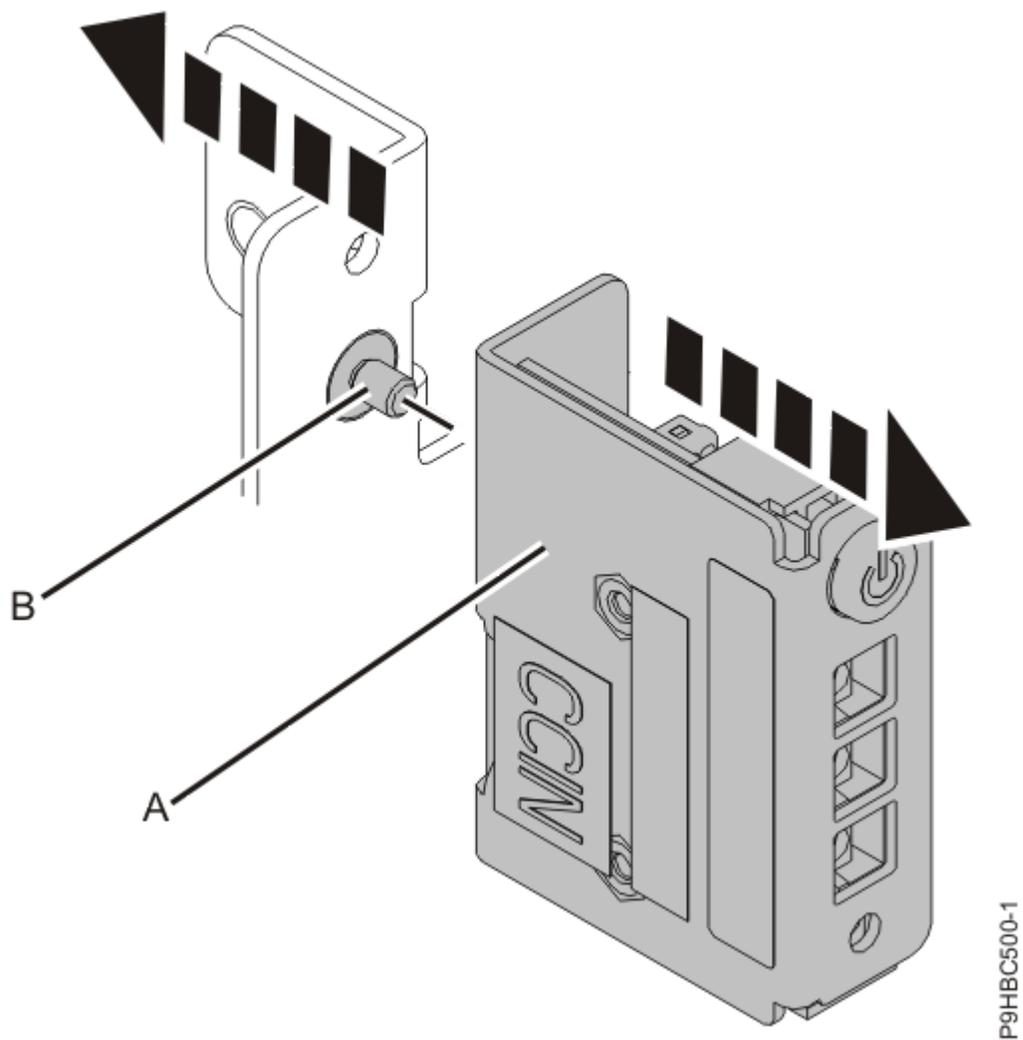

Figura 17. Remover o painel de controlo do suporte para um sistema montado em bastidor
2. Para um sistema montado em bastidor, desaperte o parafuso **(B)** que fixa o painel de controlo **(A)** ao suporte conforme descrito em Figura 17 na página 19.